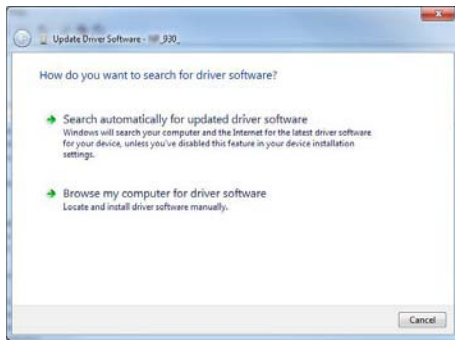

Abbildung 49: Treibersoftware aktualisieren
- Wählen Sie die Option "Auf dem Computer nach Treibersoftware suchen" (siehe Abbildung 49).